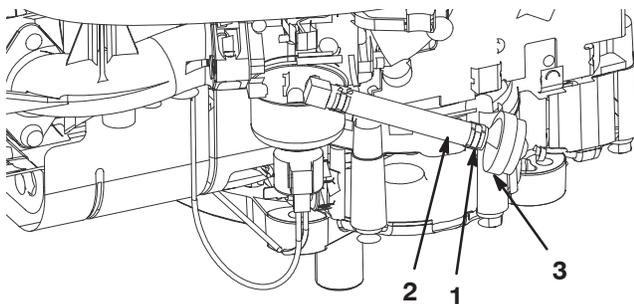

Figure 25
7. Pincez les extrémités du collier de fixation et poussez le collier en haut de la conduite d'alimentation, en direction du réservoir de carburant (Fig. 25).
8. Débranchez la conduite d'alimentation du filtre (Fig. 25) et laissez l'essence s'écouler dans un bidon ou un bac de vidange.
Remplacez le filtre à carburant toutes les 100 heures de fonctionnement ou une fois par an, le premier des deux prévalant. Le meilleur moment pour remplacer le filtre à carburant (Fig. 25) est lorsque le réservoir à carburant est vide. Ne remontez jamais un filtre sale après l'avoir enlevé de la conduite d'alimentation.
6. Pincez les extrémités des colliers et faites glisser ceux-ci pour les éloigner du filtre (Fig. 25).